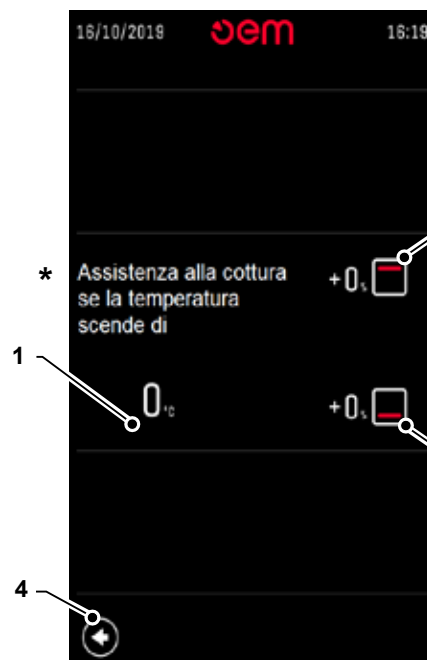

ABB. 10
5.10 - KOCHASSISTENTIN (Abb. 10)